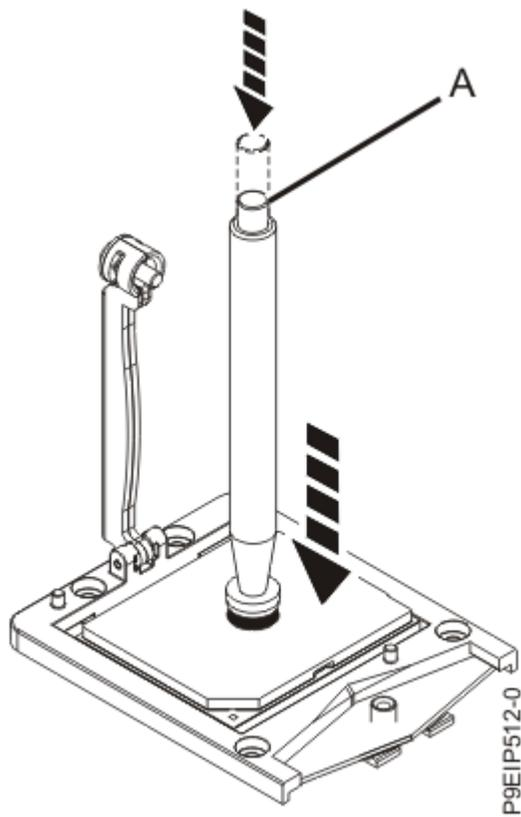

Figure 52. Blocage du stylet d'aspiration sur le module processeur système
8. Abaissez le stylet d'aspiration sur le module processeur système. Appuyez à fond sur le haut du stylet **(A)** et maintenez le stylet au centre du module processeur système, comme indiqué dans la Figure 52, à la page 60. Relâchez le haut du stylet pour fixer le stylet sur le module processeur système.